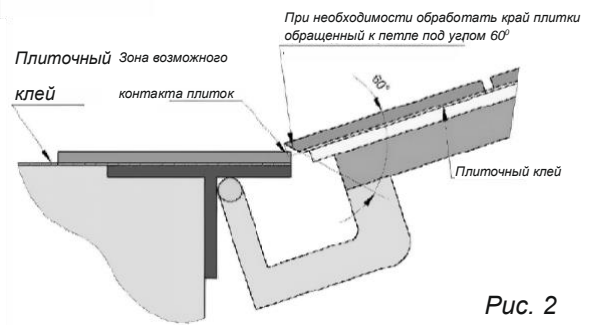

Рис. 2
5. Произведите разметку схемы укладки плитки (другого напольного покрытия) учитывая следующее правило: - Допустимый «вылет» плитки за пределы крышки люка (рис.2) со стороны петли не более 20 мм (во избежание заломов плитки крышки люка, при ее открывании).
7. Запилить плитку (облицовочный материал) крышки со стороны петли и со стороны замка под 60° (градусов) для того, чтобы край плитки не задевал край плитки пола при открывании (рис.2).
8. Инсталлировать плитку (напольное покрытие). **ПОМНИТЕ! Толщина напольного покрытия (включая подложку или клеевой слой) должна быть не более 15 мм (рис.2)!**
9. После застывания клея укоротите винт (предварительно выкрутив), так, чтобы его верхний край был по уровню плитки (рис.2)